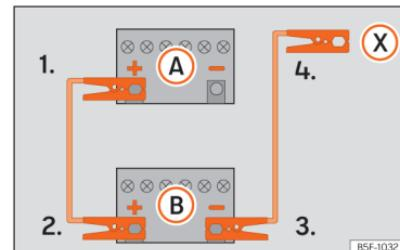

Fig. 191 Esquema de ligação para veículos sem sistema Start/Stop.
- Ligue uma extremidade do cabo vermelho de emergência ao polo positivo (+) do veículo com a bateria descarregada (A).
- Ligue a outra extremidade do cabo auxiliar de arranque vermelho ao polo positivo (+) do veículo que fornece a corrente (B).
- Veículos sem sistema Start-Stop: ligue uma extremidade do cabo preto de emergência ao polo negativo (-) do veículo que fornece a corrente (B) » Fig. 191.